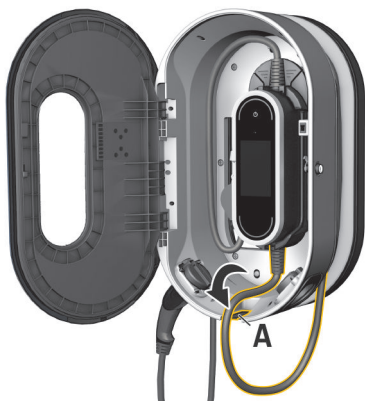

Fig. 107 Enganche la unidad de control
3. Introduzca el cable de vehículo por el orificio **A** (Fig. 107) y enrolle el cable sobrante en el puerto de carga.